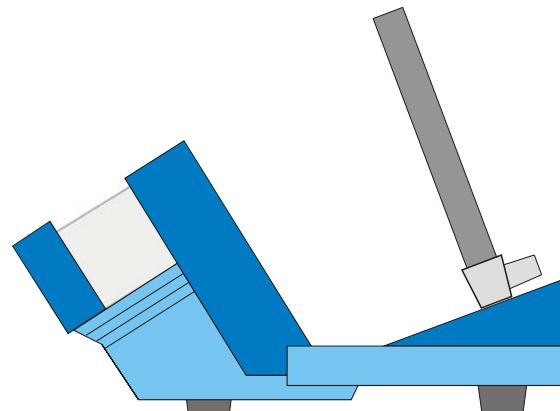

Fig. 2 Montage des bobines pour un champ axial
- Disposer le pied de la bobine par l'avant dans la rainure. Veiller à ce que les connexions soient orientées vers l'avant (voir fig. 2).